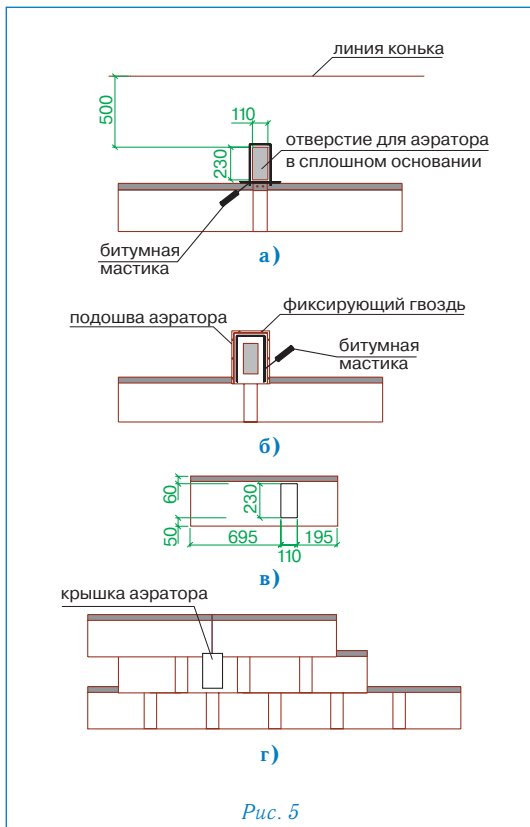

Рис. 5
### Установка аэратора (рис. 5)
- В сплошном основании кровли прорезается отверстие 11 x 23 см, расположенное согласно рис. 5а;
- корпус аэратора устанавливается поверх отверстия и фиксируется гвоздями из нержавеющей стали; по верхней и боковым сторонам подошвы корпуса также наносится битумная мастика (рис. 5б);
- далее укладывается очередной ряд черепицы; подошва аэратора при этом закрывается листом ПРЕСТИЖ КОМПАКТ МИНИ с заранее прорезанным в нем отверстием (рис. 5в);
- на корпус аэратора устанавливается крышка, которая фиксируется нажатием (до щелчка) (рис. 5г).